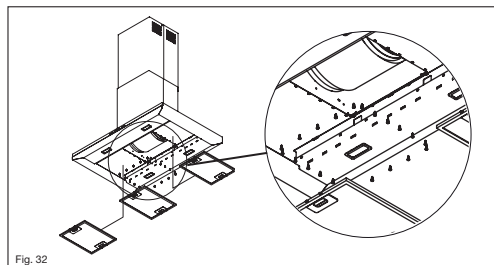

Fig. 32
- Para la campana CX 4990 asegúrelo con tornillos por la zona interna de la campana, ver fig. 32